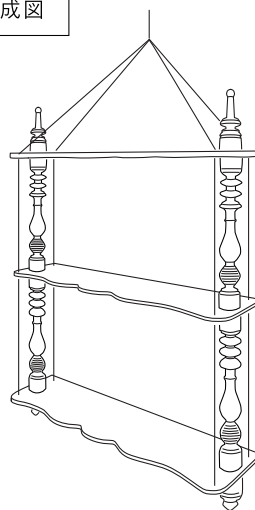

図1
④棚板にある三つ穴中央の穴に⑥ボルトを使って連結します。(図1)
- 2 本体組み立て後、⑤紐を④棚板の穴へ通していきます。
中段、上段と同じ位置の穴へ順番に通します。(図1、2)
中段、下段と順番に通したら、底面中央でかた結びをして完成です。(図1、2)